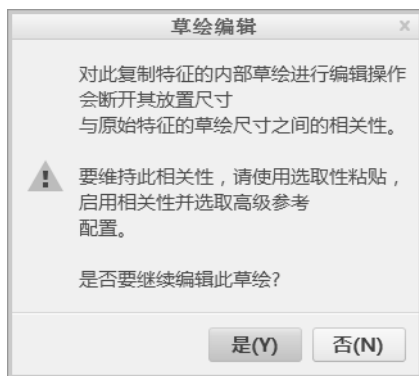

图 5-16 “草绘编辑”对话框
5) 在功能区中出现“拉伸”选项卡。在“拉伸”选项卡中选择“放置”标签, 打开“放置”面板, 接着单击该面板中的“编辑”按钮, 弹出图 5-16 所示的“草绘编辑”对话框。